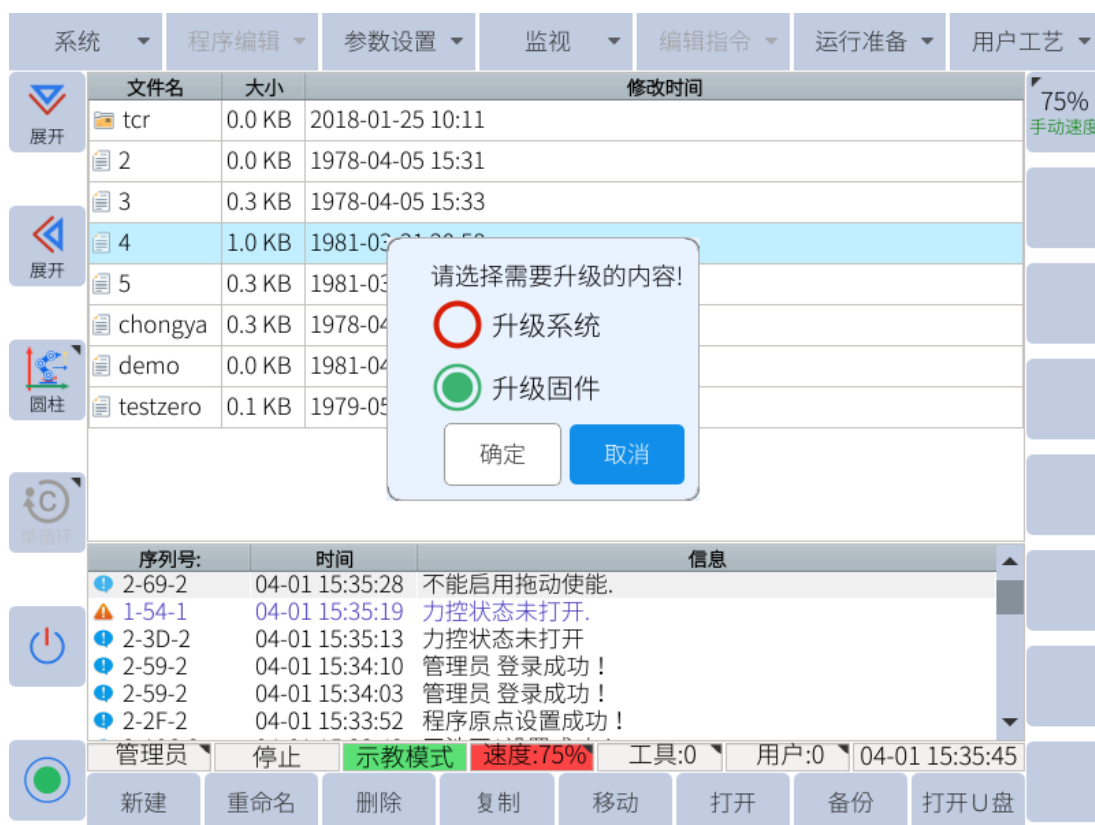

图 13-2：选择需要升级的内容
4. 按 “确定” 键后，系统提示 “请选择需要升级的内容”。然后选择 “升级固件”，如图 13-2